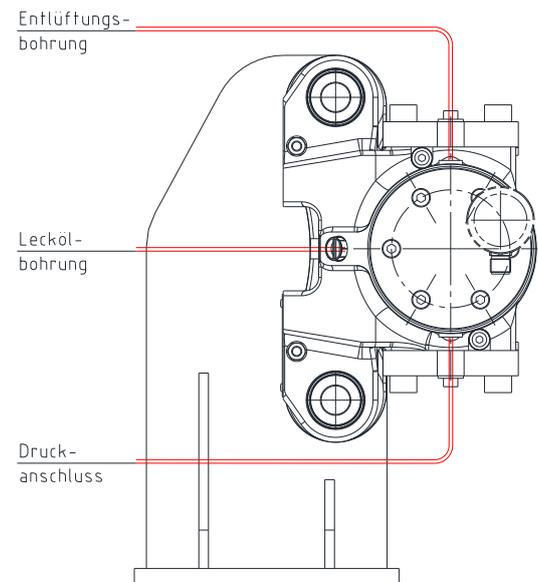

Bild 13: Druckanschluss einer Bremse
- Schließen Sie die Druckölleitung an einen der Druckanschlüsse der Bremse an (siehe Bild 13, 14 und 15), hierfür vorher die Verschlusschraube entfernen.